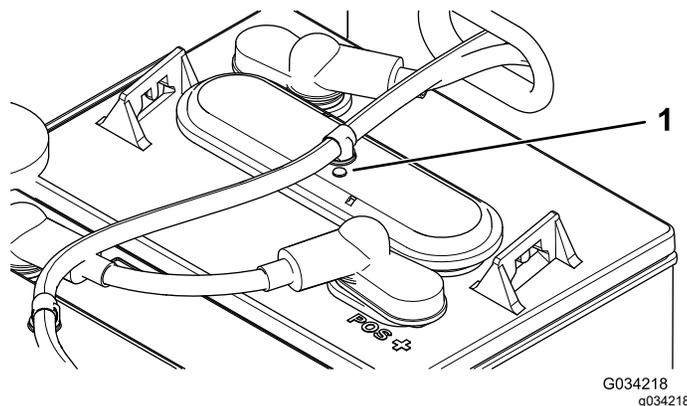

Figura 38
3. Controllate gli occhielli su ciascuna delle batterie per vedere se sono neri o bianchi (Figura 38).